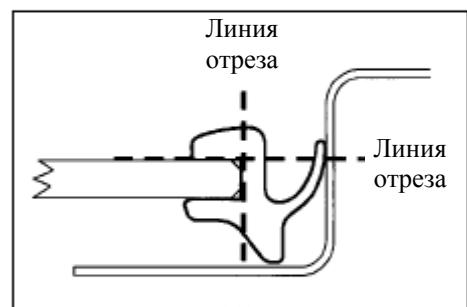

Рис. 551
- 6. Демонтируйте наружный уплотнитель заднего стекла** (рис. 551)